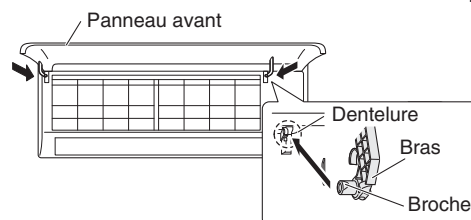

Fig. 3-17
- (1) Tout en alignant le bord supérieur de la grille avec le châssis, déplacer horizontalement la grille et insérer le haut et le bas dans le châssis.
- (2) Appuyer fermement sur la grille de la main afin de garantir qu'il n'y a pas d'espace entre le châssis et la grille.
- (3) Serrer les 6 vis. Et remettre les caches déposés en place.
- (4) Tenir les sections à proximité des bras du panneau avant des deux côtés et tenir le panneau avant de sorte qu'il soit presque horizontal. Pousser les axes du bras vers l'extérieur de sorte qu'ils entrent en contact avec le haut de la dentelure sur les côtés droit et gauche du climatiseur. Ensuite, pousser fermement jusqu'à ce que l'axe du bras s'enclenche en place. (Fig. 3-17)
- (5) Remettre en place le volet inférieur.